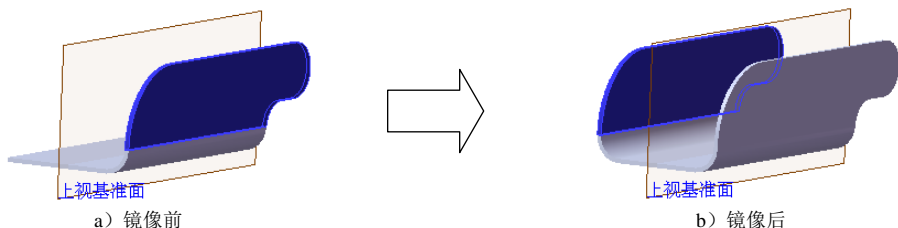

图 12.3.16 镜像 1
Step4. 创建图 12.3.16 所示的镜像 1。
(1) 选择命令。选择下拉菜单 **插入(I)** → **阵列/镜向(E)** →  **镜向(M)...** 命令。
(2) 定义镜像基准面。选取上视基准面作为镜像基准面。
(3) 定义镜像对象。选择边线一法兰 1 作为镜像 1 的对象。
(4) 单击  按钮, 完成镜像 1 的创建。